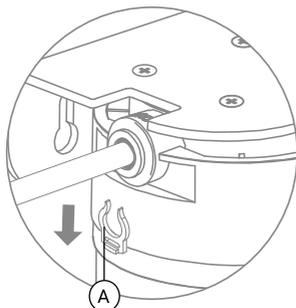

Рис. 9
1. Удалите стопорную клипсу (А) (рис. 9).